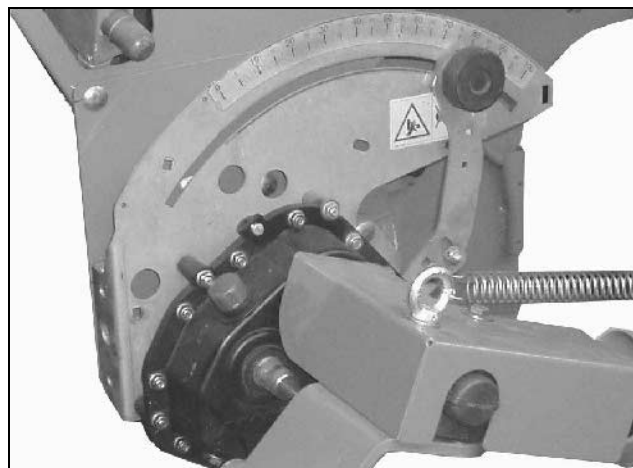

Рис. 23
- рычаг редуктора (Рис. 23/2) переключается вручную. Чем выше установленное на шкале значение, тем выше норма высева.
- рычаг редуктора (Рис. 23/2) (опция) переключается с помощью серводвигателя (Рис. 23/1)